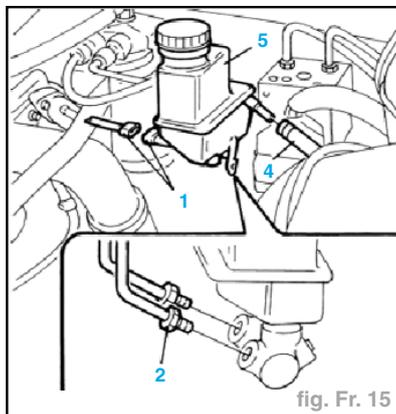

fig. Fr. 15
- Débrancher la connexion électrique du capteur de niveau huile de freins (1).
- Dévisser les tuyaux rigides d'huile de freins de la pompe (2) (fig. Fr. 15).